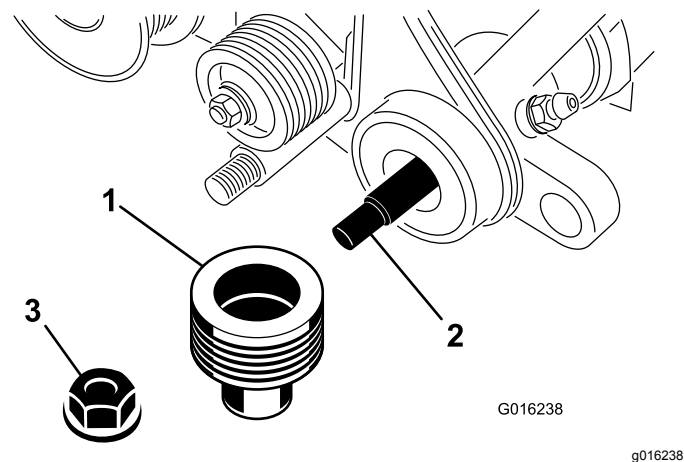

Figura 34
6. Retire la contratuerca con arandela prensada que sujeta la polea arrastrada al extremo del eje del groomer (Figura 34). Retire la polea.